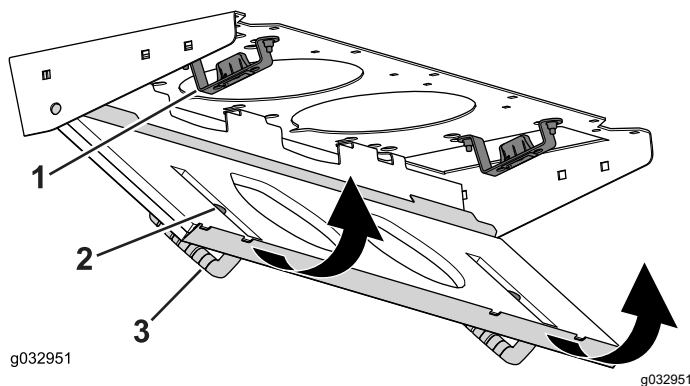

Рисунок 136
4. Поверните сетчатый фильтр вокруг монтажных лепестков так, чтобы защелка зафиксировалась в креплении защелки в сборе (Рисунок 136).